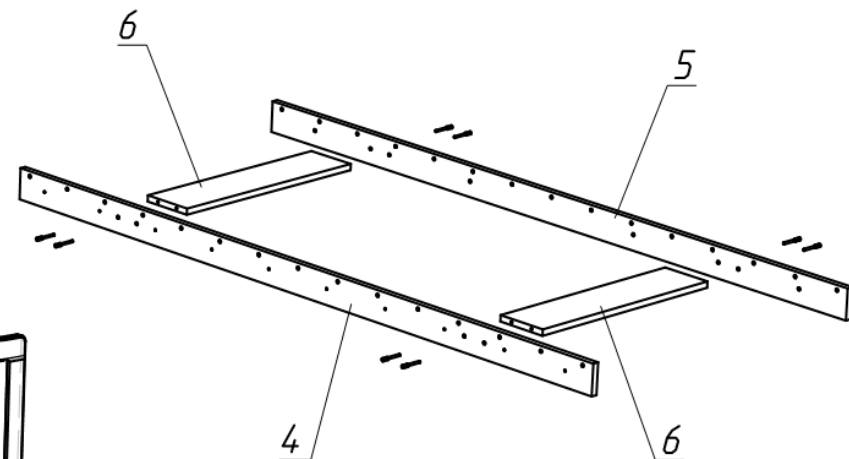

Рис.1.2. (Опорная часть левая)
*1.4.Собрать конструкцию состоящую из опорных брусков (поз. 4,5) и средников (поз. 6), соединив их на конфирматы. (рис.1.2) При сборке обращайте внимание на то, чтобы в дальнейшем отверстия в опорных брусках совпали с отверстиями в царге центральной.*